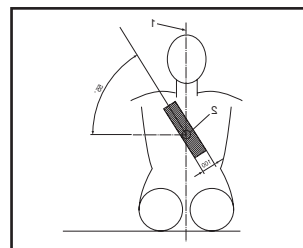

Abbildung 4
- Der diagonale Gurt sollte über die Schulter und die Brust verlaufen, wie in Abbildung 4 dargestellt.